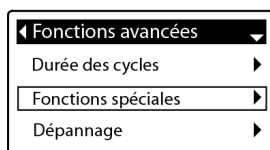

FIG.68
3. Appuyez sur SELECT (O) pour afficher le menu **Réglages avancés** (Figure 68).